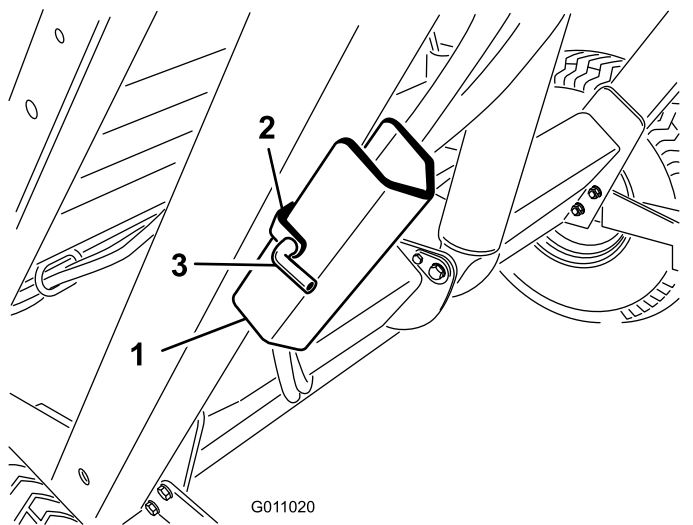

图26
2. 拆下把安全支架固定到机器机架的储物支架上的发卡销（图26）。拆下安全支架。